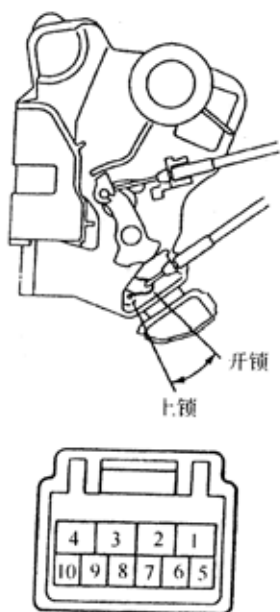

图 9-191
- ①加蓄电池电压，检查门锁电机的动作，如图 9-191 所示，其标准应符合表 9-73 所示要求。